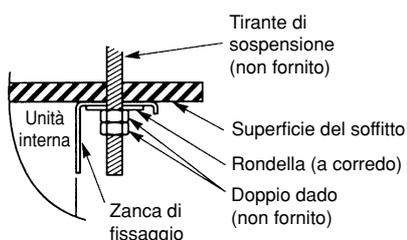
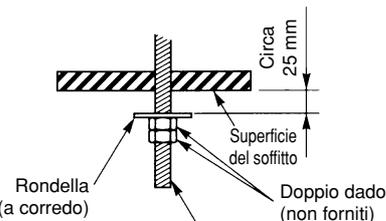

Fig. 3-20
Fig. 3-22
- (6) Preparazione dell'unità per la sospensione. Il sistema di fissaggio dell'unità varia in relazione al tipo di installazione (fissata al soffitto o con dei tiranti lasciando dello spazio tra soffitto e unità. (Fig. 3-20 e 3-21).
- (7) Sospendere l'unità come precisato di seguito.
- (a) Fissare una rondella e due bulloni esagonali per ogni tirante di sospensione come in Fig. 3-22.